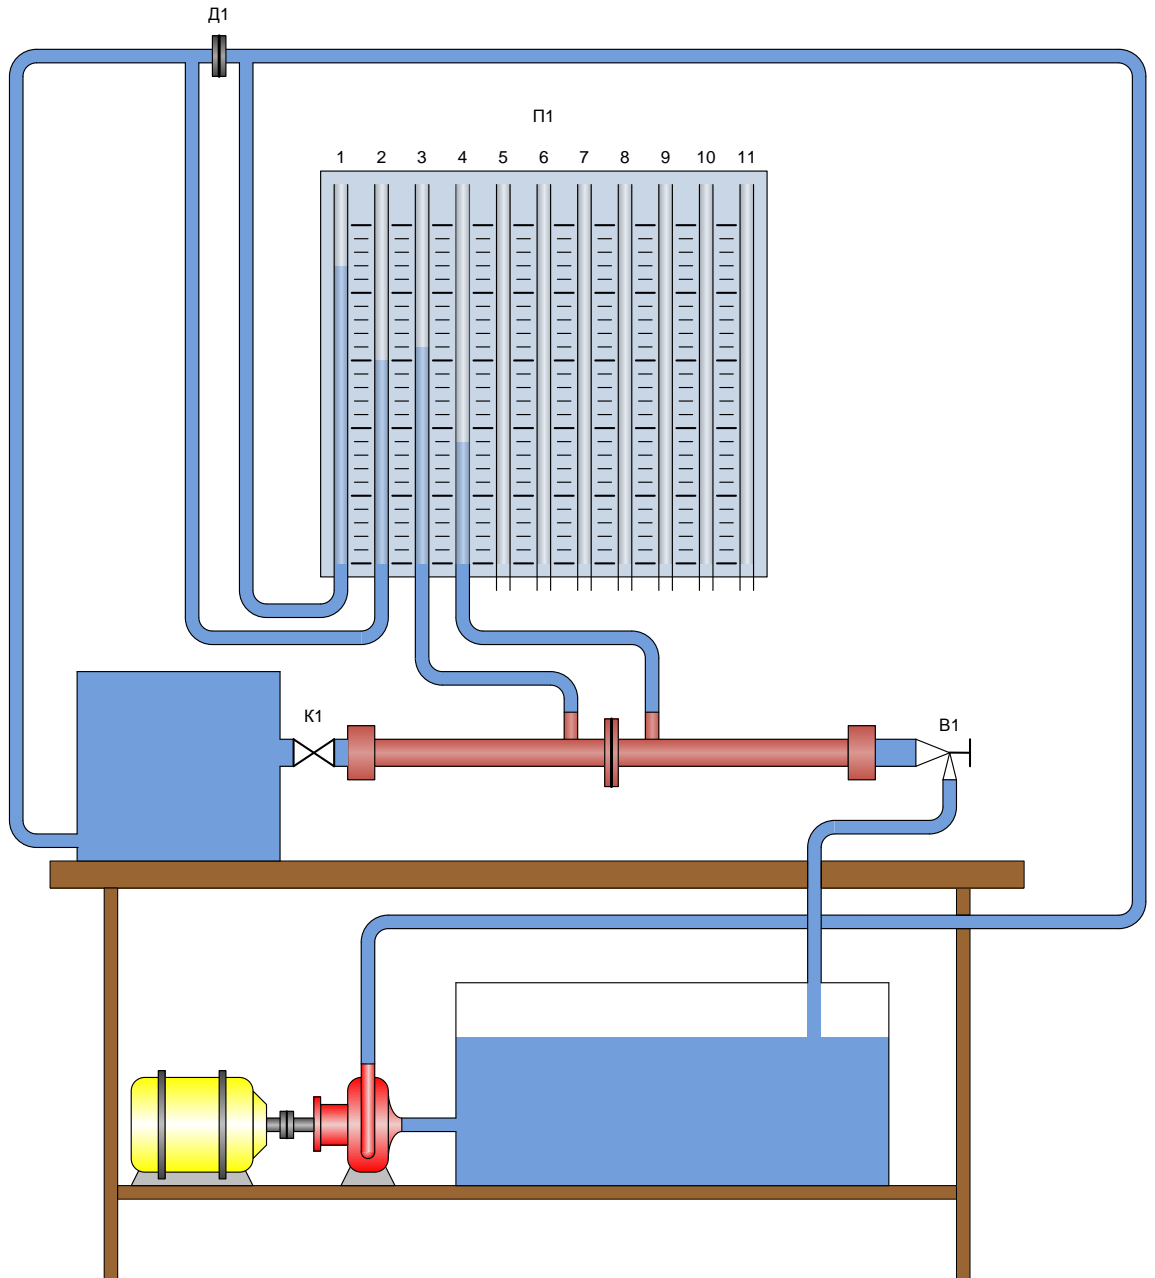

Рис. 1. Схема лабораторного стенда
1. Извлечь из ящика и установить модуль №2 «Потери напора на внезапное сужении трубы» (кран К1 закрыт, насос выключен) – рис.1.